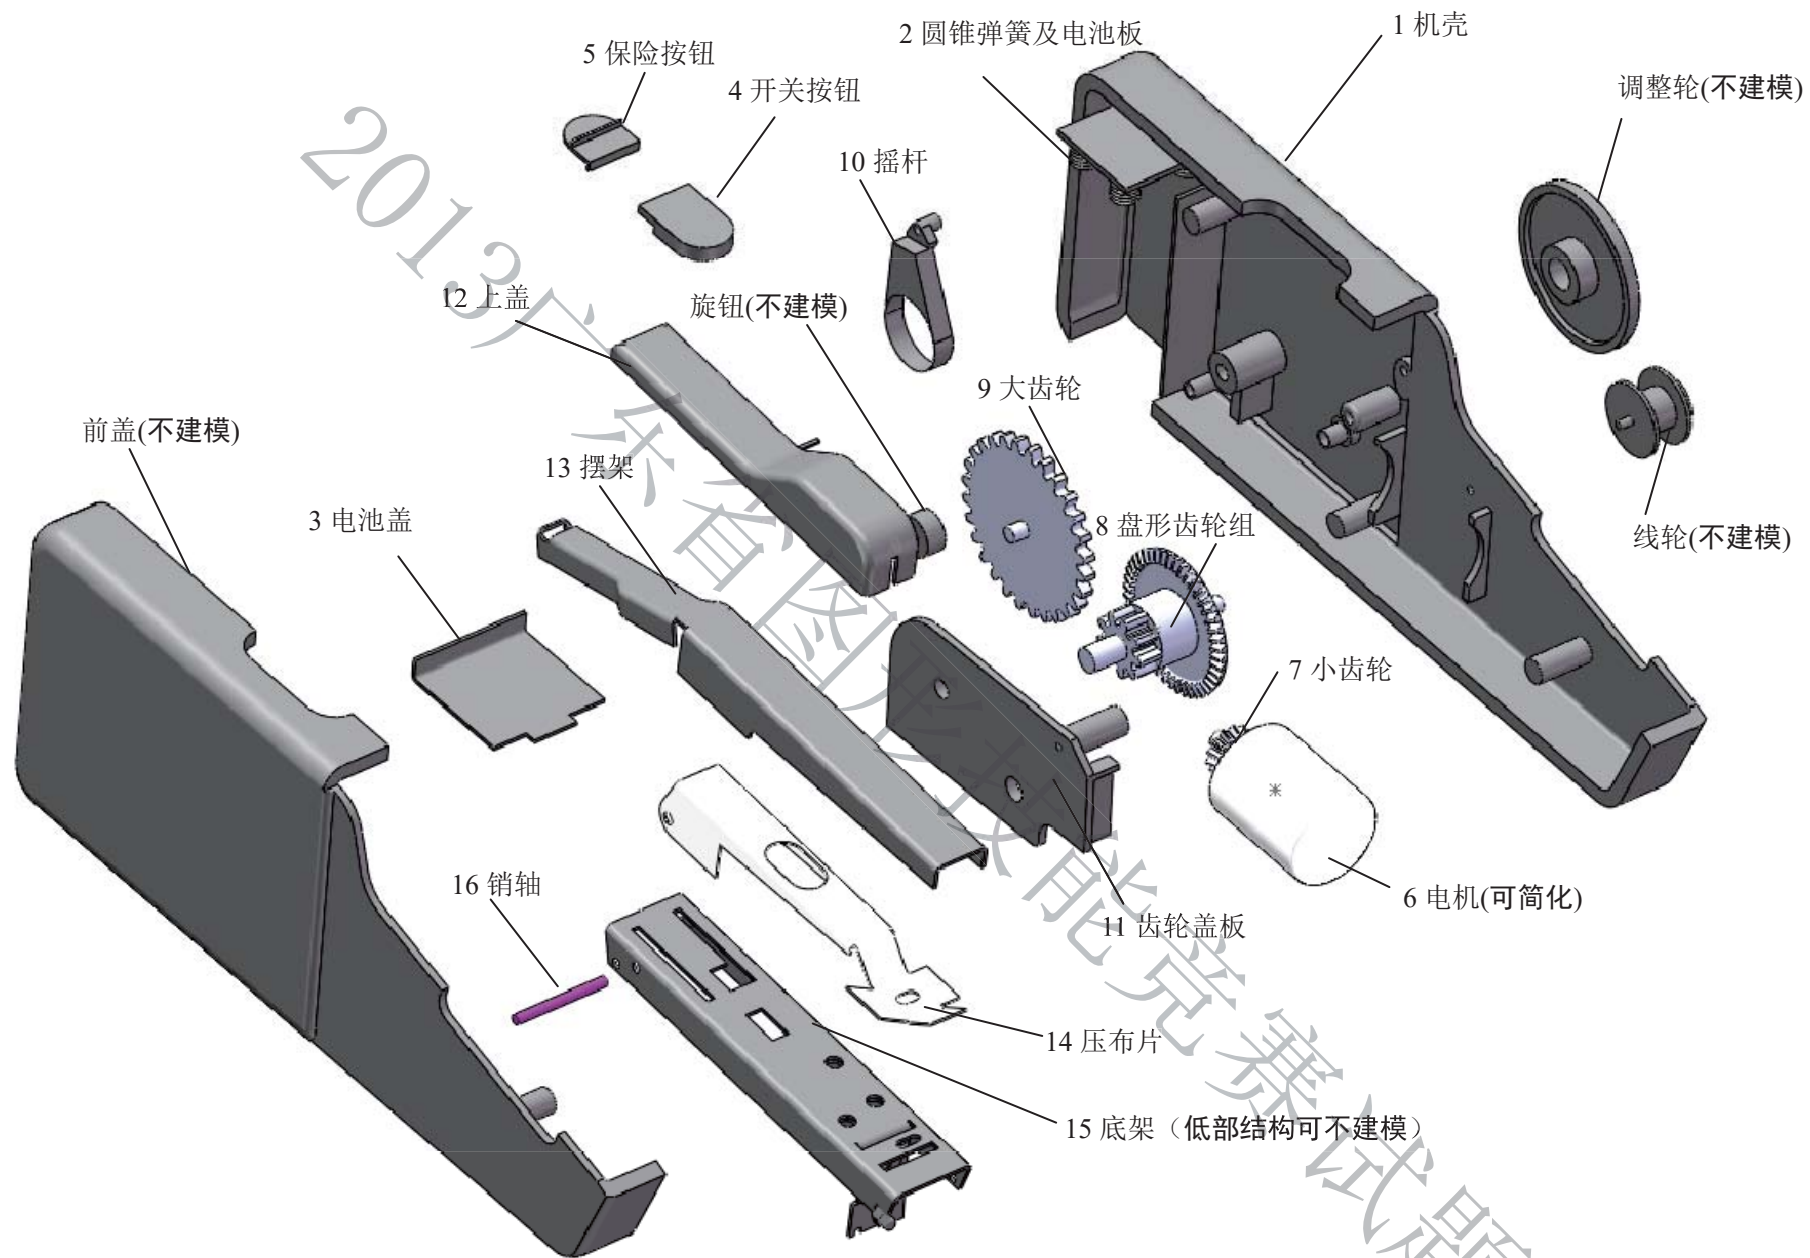

图 1
- 四、利用测绘工具对零件进行测绘，参考图 1，建立零件 1-16 的三维模型（其余零件不需测绘和建模）。除非已有说明，否则零件不能作过多简化和省略。